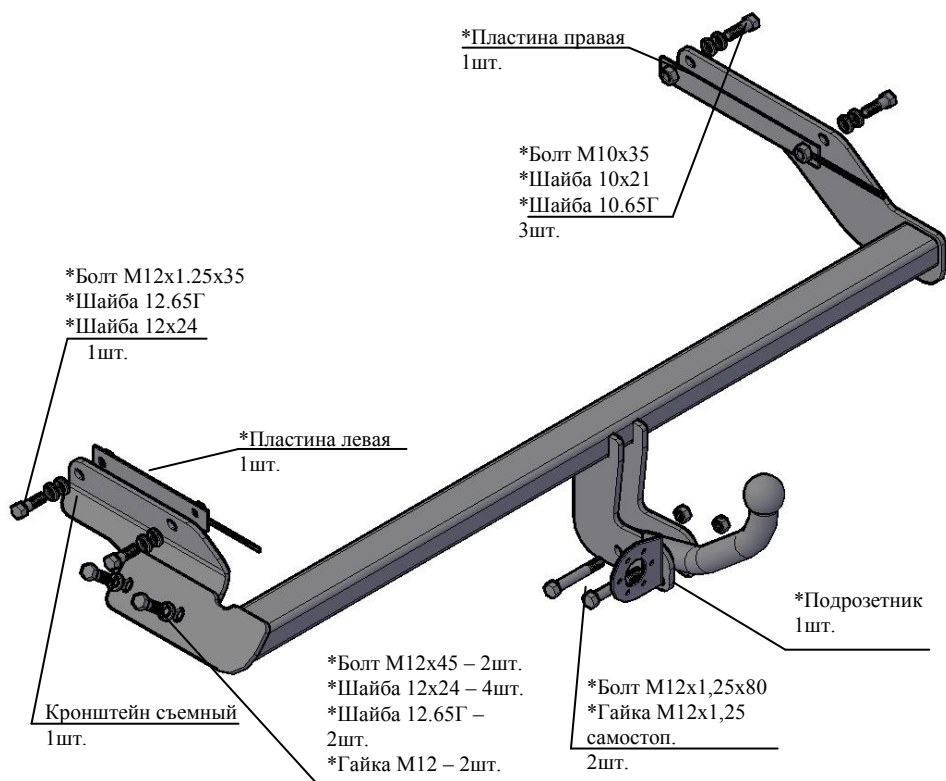

Рис.1 Тягово-сцепное устройство 9020
2.1 ТСУ 9020 в сборе (рис.1)	1 шт.
2.2. Пакет комплектующих (рис.1)	1 шт.